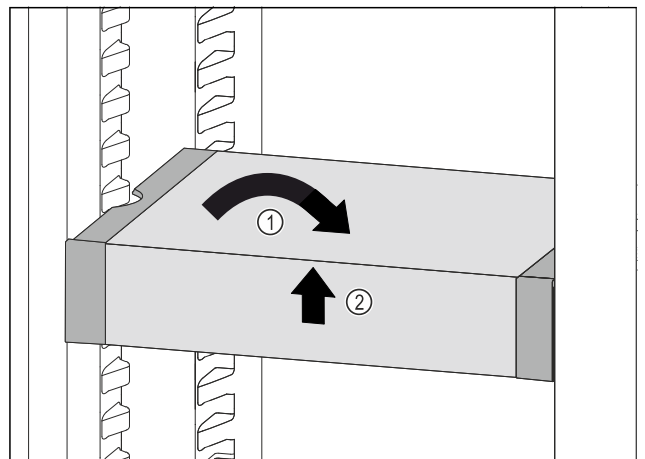

Fig. 124
▶ Coloque el VarioSafe en posición recta. Fig. 124 (1)
▶ Levante el VarioSafe por delante. Fig. 124 (2)